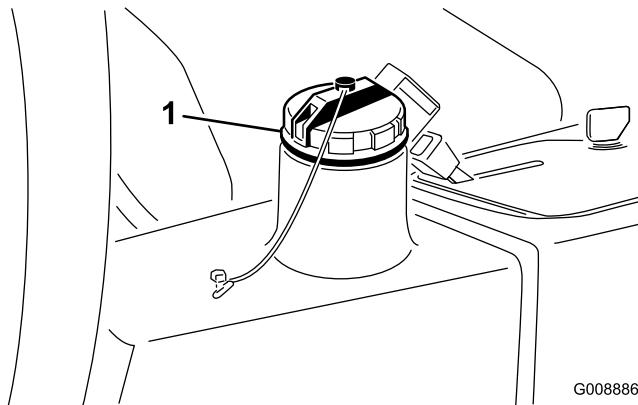

Figura 40
- Limpe a zona em redor do tubo de enchimento e da tampa do depósito hidráulico (Figura 40) e retire a tampa.